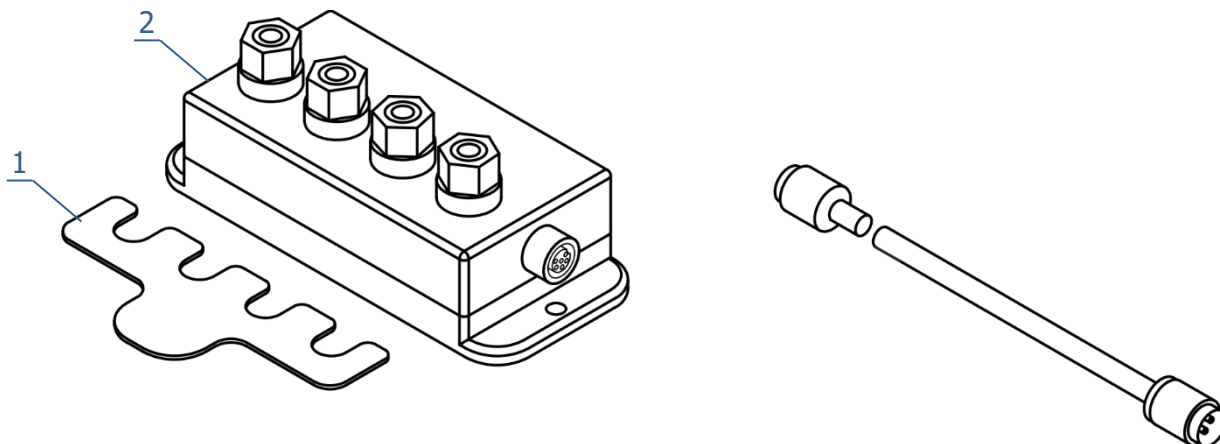

Рисунок 18 — Клеммная колодка ТМК-К
4.13.1 Источники сигналов подключают к входным разъемам 2 (рисунок 2), используя либо ответную часть разъема из комплекта поставки, либо клеммную колодку 2 (рисунок 18). В состав клеммной колодки входит латунная пластина 1, предназначенная для соединения клемм между собой при выполнении установки нуля в канале (4.17).